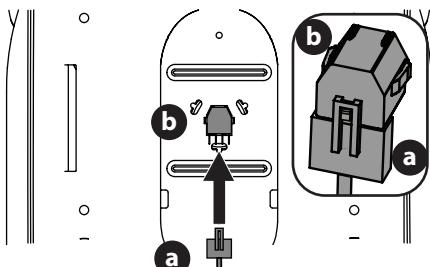

Figura 6
3. Si es necesario, conecte el arnés de cables del interruptor del asiento (a) al interruptor del asiento (b) (Figura 6). Sujete el cable sobrante alejado de los puntos de apriete antes de continuar.